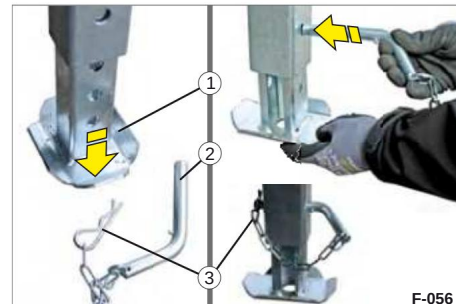

Fig. 40 Justering af nivelleringsfoden
(fig. 40/3) ud af muffestiften (fig. 40/2).
ÿ Placer nivelleringsfoden (fig. 40/1) på en fast overflade eller Juster nivelleringsfoden nedad, indtil den kan låses i et andet hul.
• Juster nivelleringsfoden (fig. 40/1) og fastgør den med stikstiften (fig. 40/2) og fjederproppen (fig. 40/3).